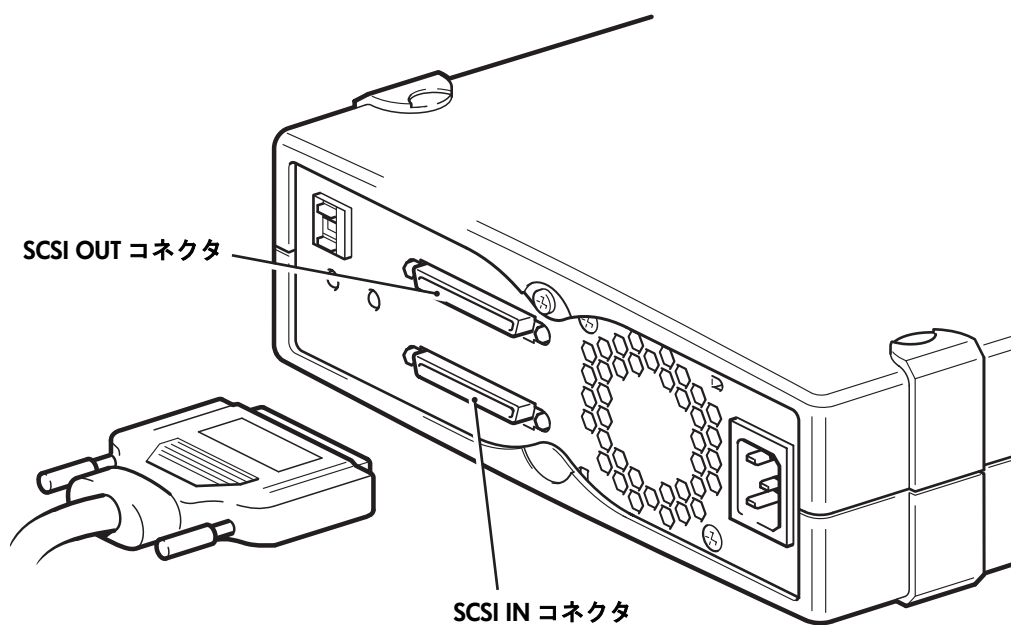

図 5: SCSI ケーブルの接続
- 4 SCSI ケーブルの HD コネクタをテープ・ドライブの背面パネルにある SCSI-IN コネクタの 1 つに接続し、ネジで固定します（図 5 を参照）。ケーブルを SCSI-OUT コネクタに接続しないでください。